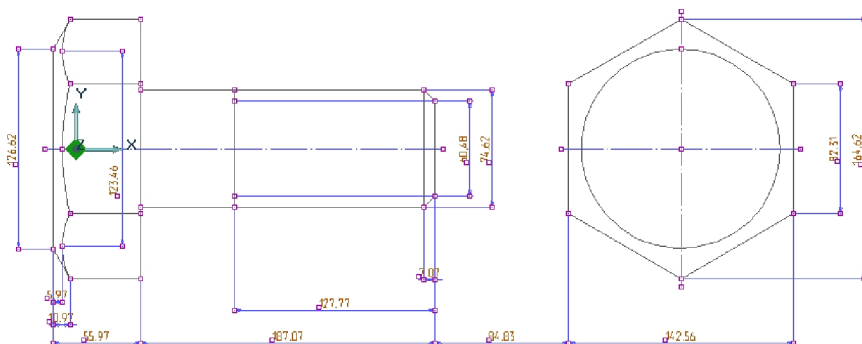

Рис. 7. Цепочка размеров для параметризации
- Удалите созданный ранее угловой размер, используйте только линейные и диаметральные, так как их поведение прогнозировать гораздо проще. Редактируйте на виде слева контур фаски, используя функцию **Корректировка** , так, чтобы он соответствовал новому главному виду, и постройте цепочку размеров, такую, как показано на Рис. 7.